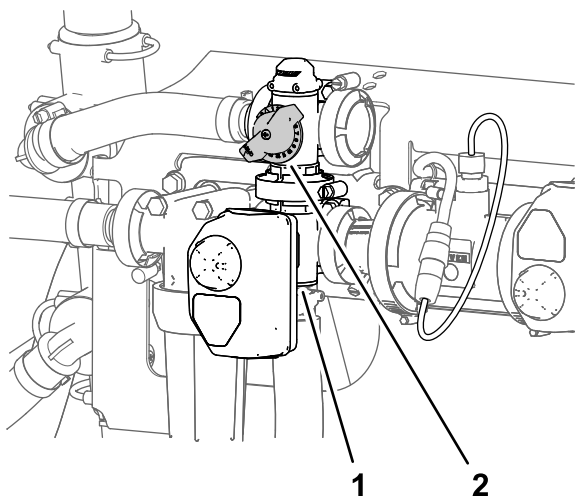

Figura 34
11. Ajuste a válvula de distribuição de agitação (Figura 34) na parte posterior da válvula de agitação até que a pressão do sistema de pulverização indicada no medidor seja 6,89 bar.